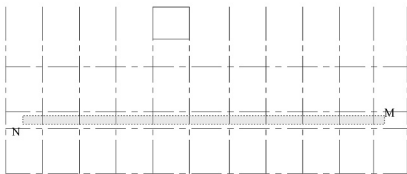
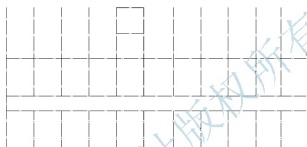

图 2.31 用交叉选的方法选择被剪切的对象
图 2.32 修剪走道内的轴线
② 在**选择要修剪的对象**,或按住 **Shift** 键**选择要延伸的对象**,或 **[栏选(F)/窗交(C)/投影(P)/边(E)/删除(R)/放弃(U)]**:提示下,执行交叉选(从 M 点向 N 点拉窗口)如图 2.31 所示,将图形修剪成图 2.32 所示的状态。